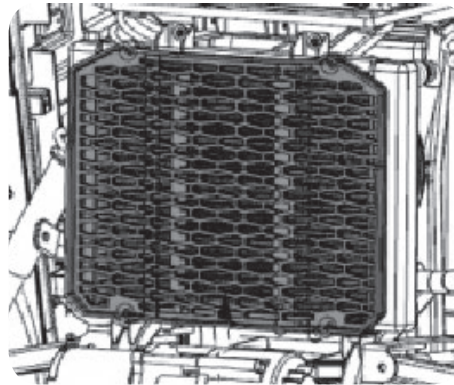

Figure 5-14
3. Retirez la grille et enlevez les débris du radiateur, de la grille et des ailettes du radiateur. Voir Figure 5-14.